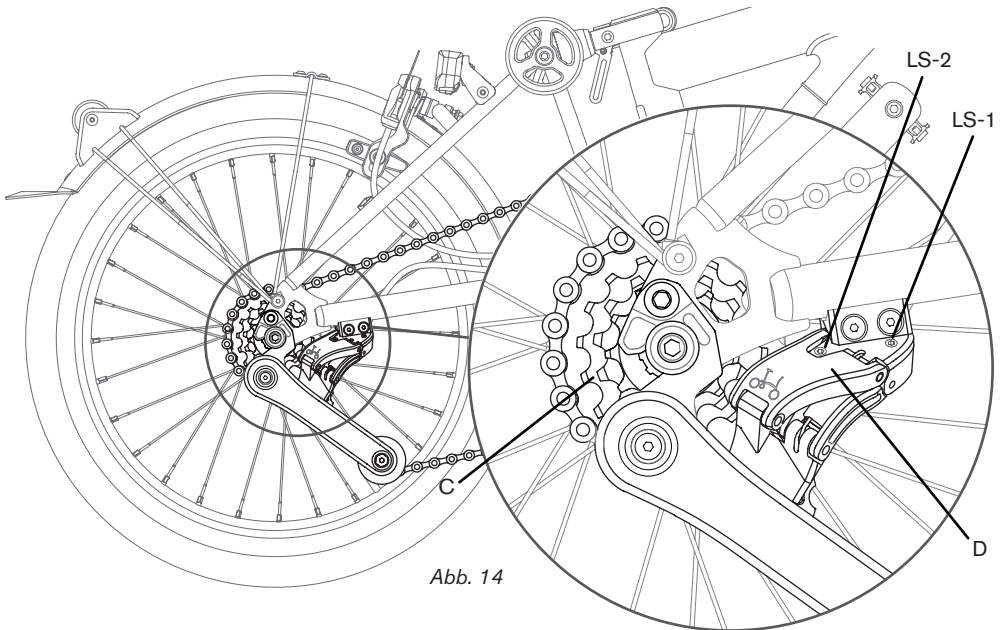

Abb. 14
LS-1 Wird verwendet, um eine Ausrichtung auf dem größten Ritzel der Kassette vorzunehmen. **LS-2** wird für den kleinsten verwendet (Abb. 14).
Verschieben Sie die Sattelschienen in der Halterung so, dass sie ungefähr in der Mitte sind (auf halber Strecke zwischen der maximalen vorderen und hinteren Position). Bringen Sie den Sattel anschließend in die Waagrechte, sodass die Satteloberseite ungefähr waagrecht zwischen der Vorder- und Hinterkante liegt (Abb. 14). Wenn der Sattel in einer neutralen Position ist, ziehen Sie den Pentaclip auf 15Nm an. Testen Sie die Sattelposition, Sie können sie einstellen und bequemer machen.
- Prüfen Sie, ob die Sattelhöhe bei vollem Ausfahren korrekt ist, geringfügige Anpassungen können durch leichtes Auf- und Abschieben des Pentaclip auf der Stütze vorgenommen werden (Abb. 14). Weitere Informationen finden Sie auf <https://www.brompton.com>